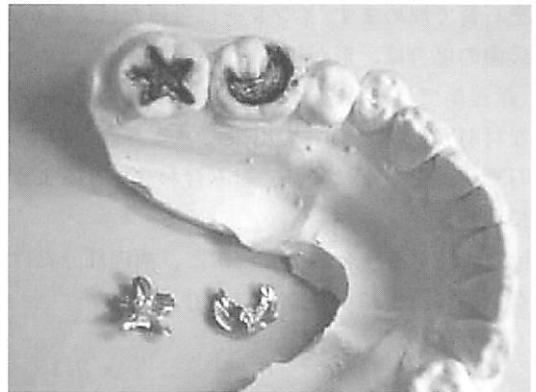

図7 出来上がり
v) スプルーの穴から溶けた金属を流し込み、冷めればまわりの石膏を壊して取り出します (図7)。スプルー部分も同じ金属です。それをカットし磨いて出来上がりです。